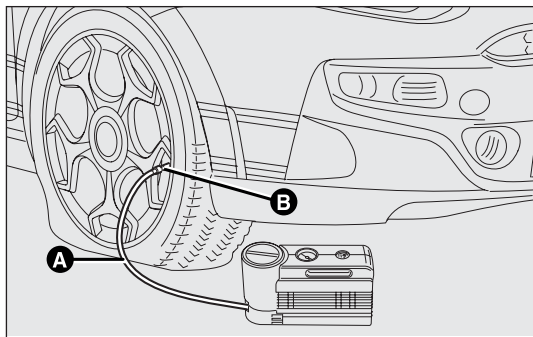

fig. 129
- ❑ Serrer le frein à main. Dévisser le capuchon de la valve du pneu, extraire le tube transparent de remplissage A-fig. 129 et visser la bague B sur la valve du pneu ;